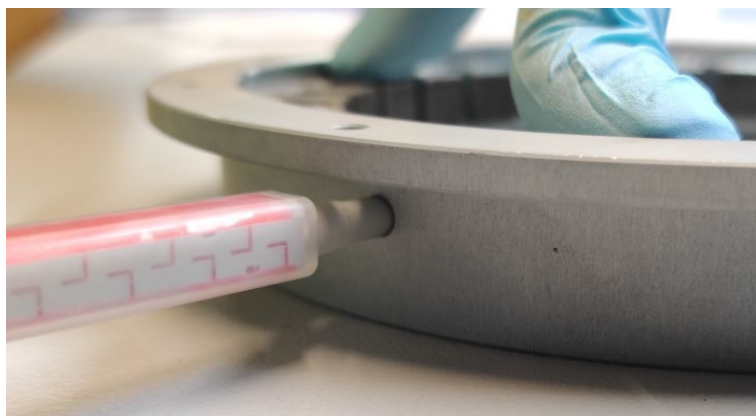

Рисунок 2.2. Введение клея в отверстие корпуса статора
9. Ввести клей в отверстие на корпусе, как показано на рис. 2.2. Клей вводить до тех пор, пока он не начнёт выходить из отверстия, расположенного на противоположной стороне корпуса.